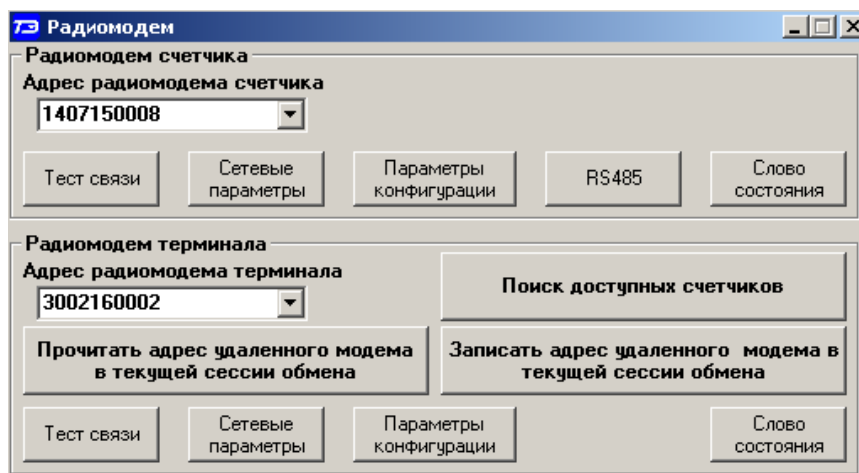

Рисунок 51 – Форма «Радиомодем»
26.2.1 С помощью терминала (или радиомодема М-4.02(Т)) можно определить счетчики, находящиеся в зоне радиовидимости терминала. Поиск счетчиков производится посредством формы «Доступные счетчики», вид которой приведен на рисунке 53. Вызов формы производится по кнопке «Поиск доступных счетчиков» на поле формы «Радиомодем» (рисунок 51).